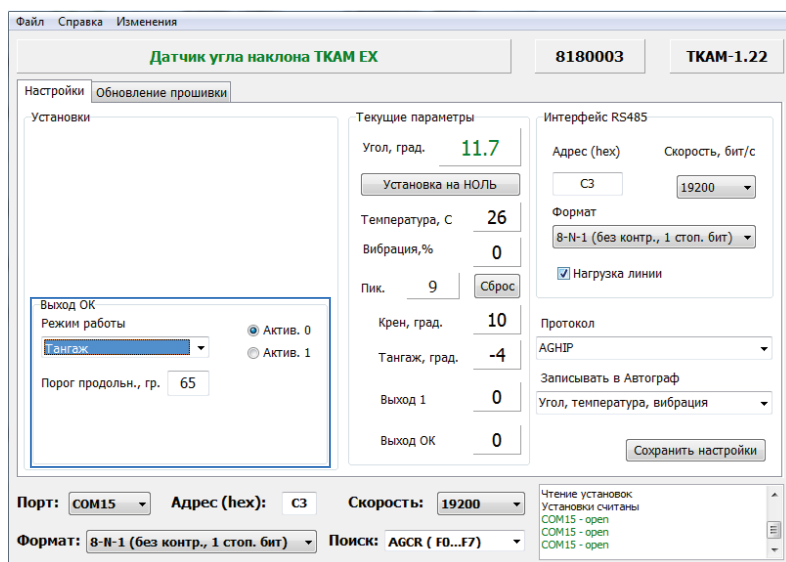

Рис.24. Настройка режима «Тангаж».
**Для режима «Тангаж» необходимо настроить следующие параметры (Рис.24):**